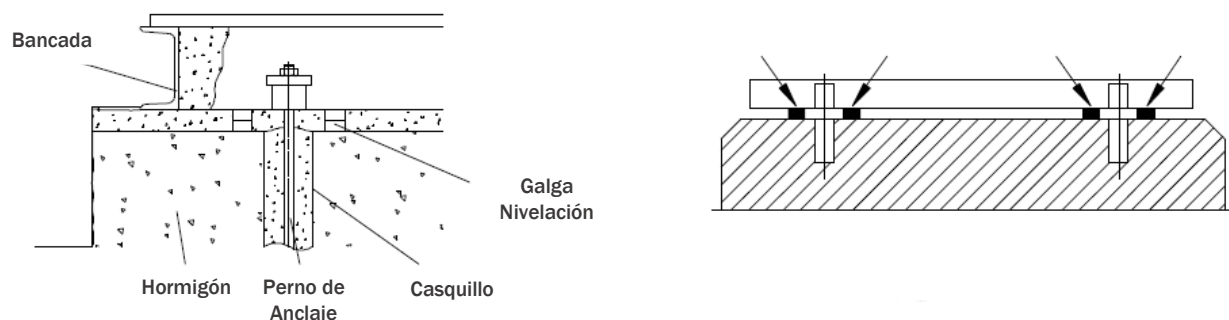

Fig. 2. Fundación, bancada and ajuste de galgas
- La fundación debe ser lo suficientemente pesada (al menos 5 veces el peso del grupo completo) para reducir las vibraciones y lo suficientemente rígida para evitar cualquier torsión o desalineación. Esto es importante para mantener la alineación. Una fundación de hormigón sobre una bancada es adecuada. Los pernos de la bancada de tamaño adecuado deben ser atornillados en el hormigón. Se debe utilizar un casquillo de tubería de mayor diámetro que el perno para permitir el movimiento para el posicionamiento final de los pernos. Asegúrese de que los cimientos de hormigón se han fijado de forma firme y sólida antes de montar el surtidor. La superficie de los cimientos debe ser verdaderamente horizontal y perfectamente plana (ver **Fig. 2**).
- Coloque el surtidor sobre el hormigón preparado anteriormente y, añadiendo o quitando las galgas de nivelación bajo la bancada, alinee la brida de impulsión horizontalmente utilizando un nivelador, como se muestra en la **Fig. 2**. Asegúrese de que esté completamente horizontal.